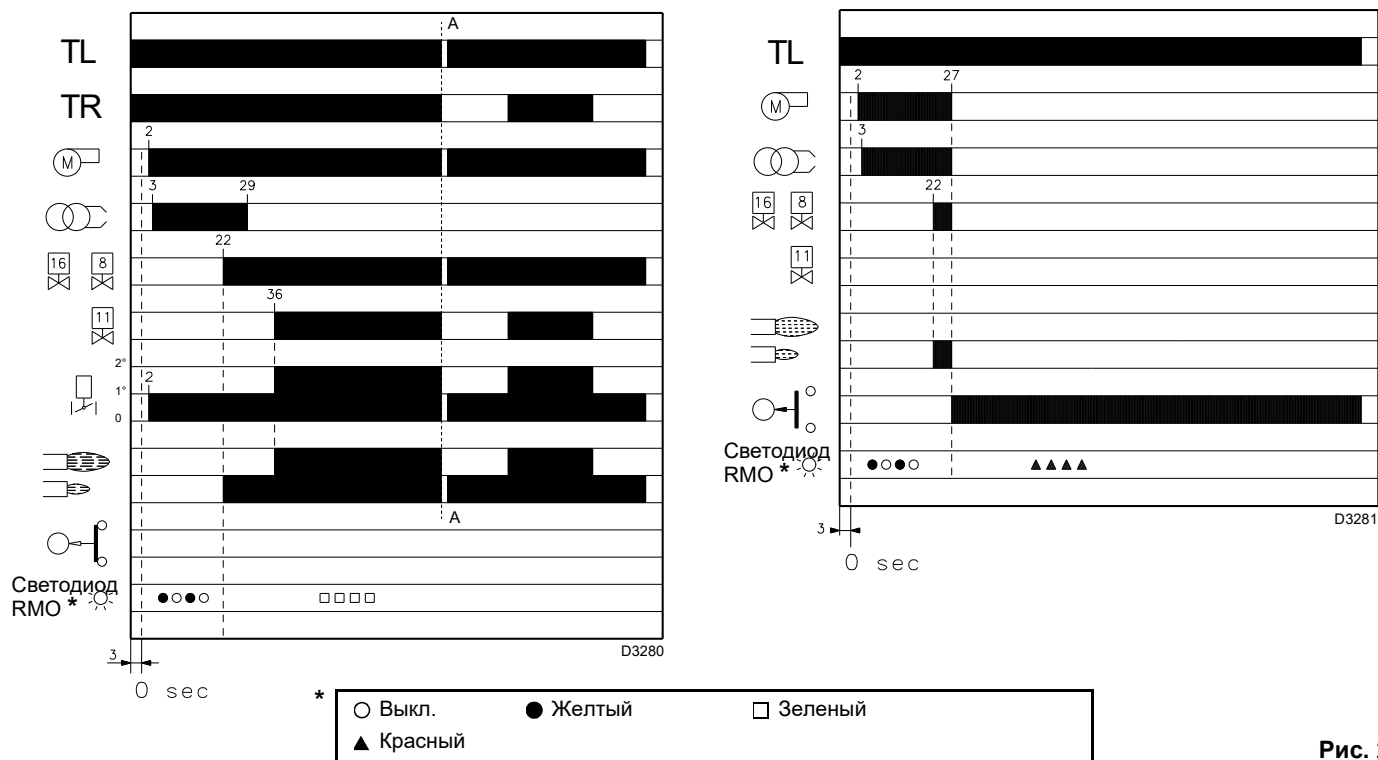
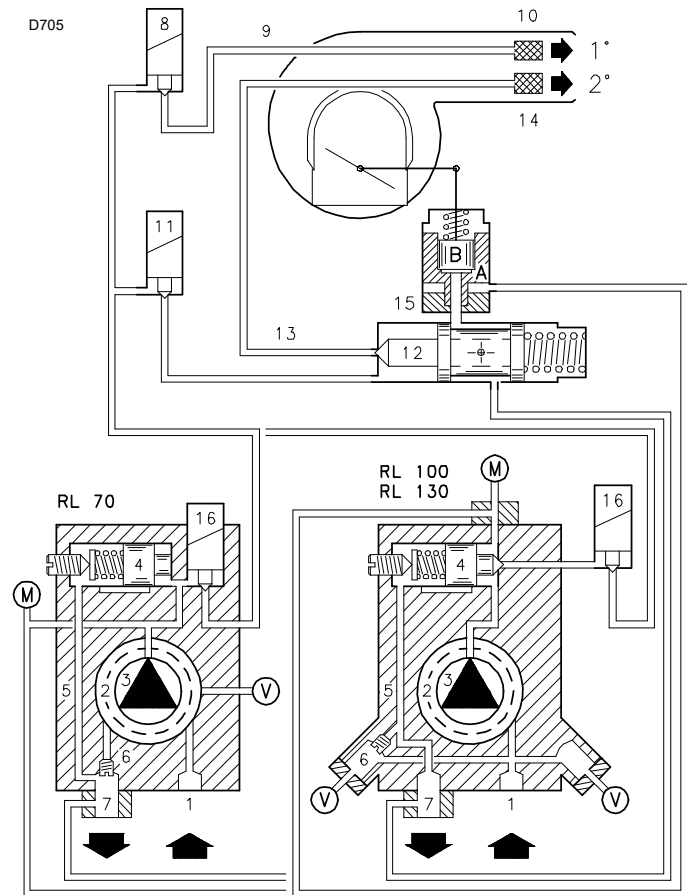

Рис. 23
Рис. 24
8.2.1 Запуск горелки (Рис. 23) - (Рис. 24)